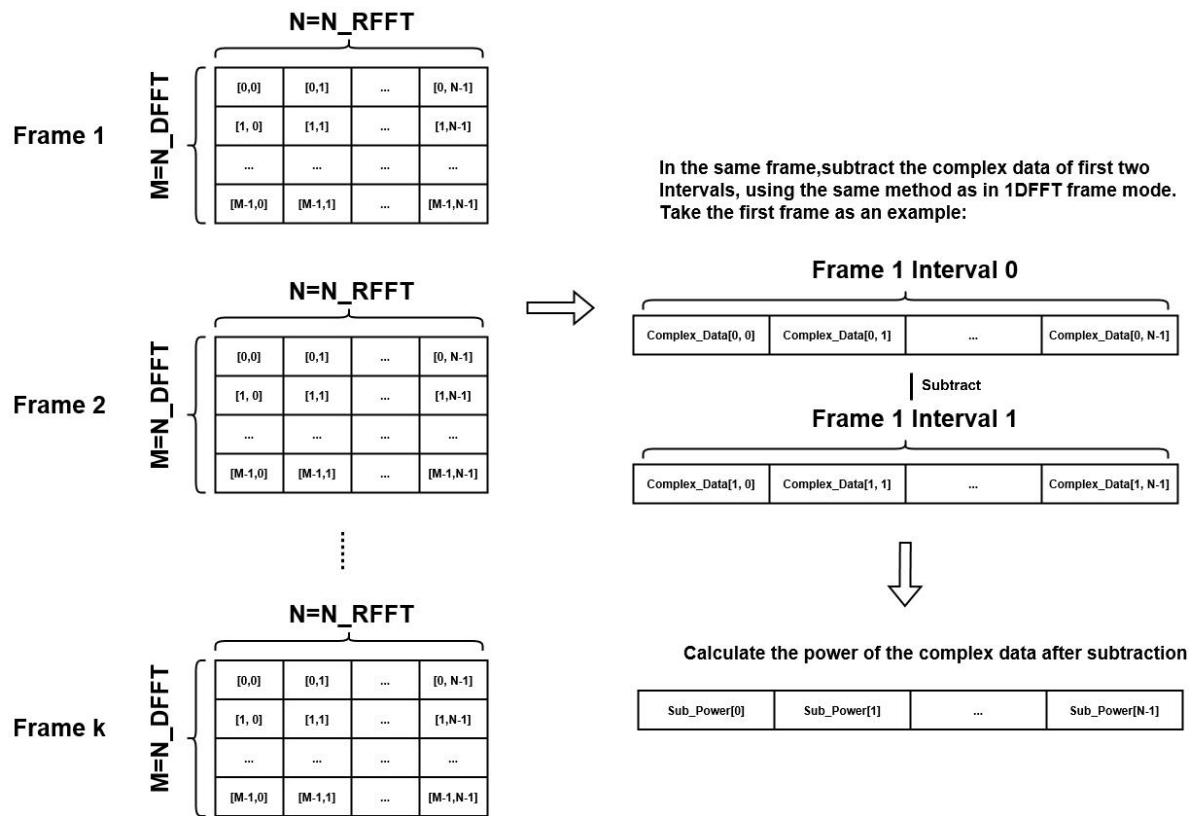

图 2-35 帧内相减计算方法
- (5) 帧内相减：仅在帧结构配置为 2DFFT 时生效，对每帧 DataCube 的前两个 Interval 数据相减后，再求功率值，计算流程如图 2-35 所示；